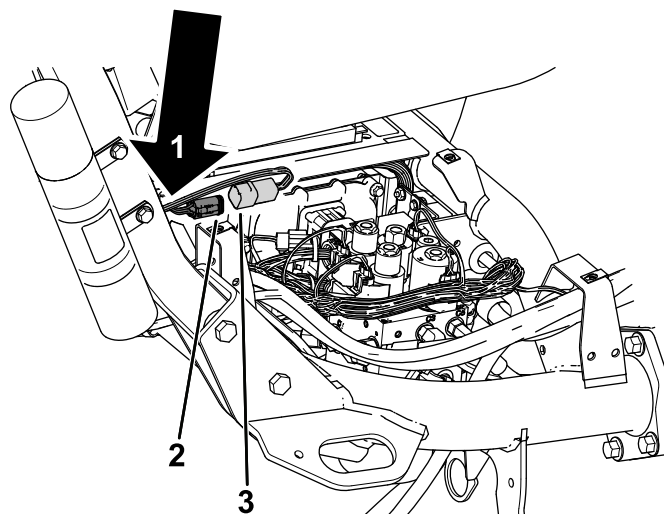

Figure 11
5. Acheminez le faisceau de câblage vers le bas, le long de l'arceau de sécurité et branchez le connecteur du faisceau étiqueté P01 sur le connecteur du faisceau de la machine étiqueté P49 (Figure 11).
6. Fixez le faisceau du dispositif télématique au faisceau principal avec un attache-câble (Figure 11).